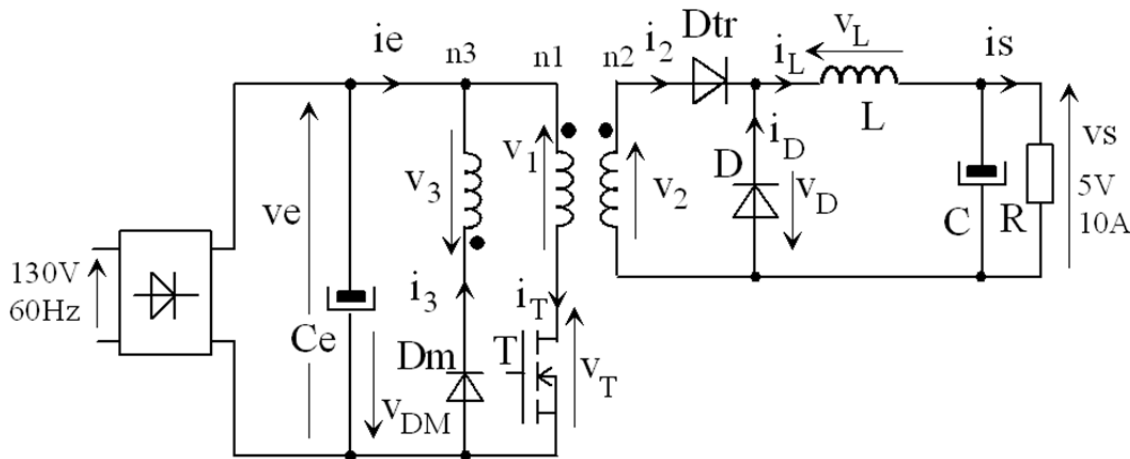

Fig. 9.1. Convertisseur AC - DC à découpage (dessins/forward1.drw).
Le schéma d'une alimentation à découpage de type "FORWARD" est donnée à la figure 9.1. Ce convertisseur est prévu pour fonctionner sur le réseau américain 130V/60Hz. Il est destiné à l'alimentation d'une carte électronique d'ordinateur fonctionnant sous 5V et consommant un courant maximum de 10A. La fréquence de travail est fixée à 50 kHz. Le rapport cyclique est constant et vaut  $\alpha = 0,5$ .
- Simplifier le schéma de la figure 9.1 pour T ON.
- Simplifier le schéma de la figure 9.1 pour T OFF